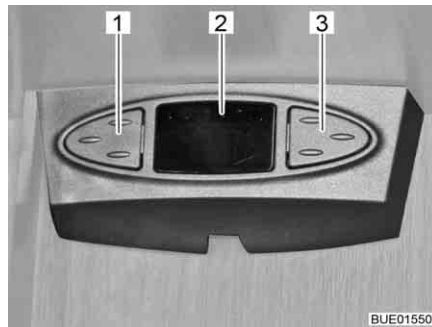

Bild 56 Sat-Maus
Sat-Maus Je nach Modell ist die Satellitenanlage mit einer Sat-Maus ausgestattet. Die Anzeige (Bild 56,2) der Sat-Maus zeigt den eingestellten Kanal an. Mit den beiden Tasten können die Grundfunktionen der Satellitenanlage bedient werden (Senderwechsel, Ein-/Ausschalten).
- Vorherigen Sender aus der Senderliste wählen: Linke Taste (Bild 56,1) drücken.
- Nächsten Sender aus der Senderliste wählen: Rechte Taste (Bild 56,3) drücken.
- Zwischen Radio und TV umschalten: Tasten (Bild 56,1 und Bild 56,3) gleichzeitig kurz drücken.
- Receiver ein-/ausschalten: Tasten (Bild 56,1 und Bild 56,3) gleichzeitig drücken und gedrückt halten.